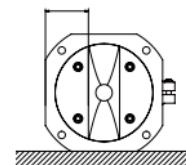

図 5
1. 置く位置と方向を決めて、フランジを付属の木ネジ 2 本で軽く固定します（図 5）。なお、キャビネット上部に直接木ネジの穴を開けたくないときは別に底板（7 cm × 10 cm、 $t=12$ mm 程度）を用意し同じ方法で取付けください。底板は滑り落ちないようにキャビネットに固定してください。